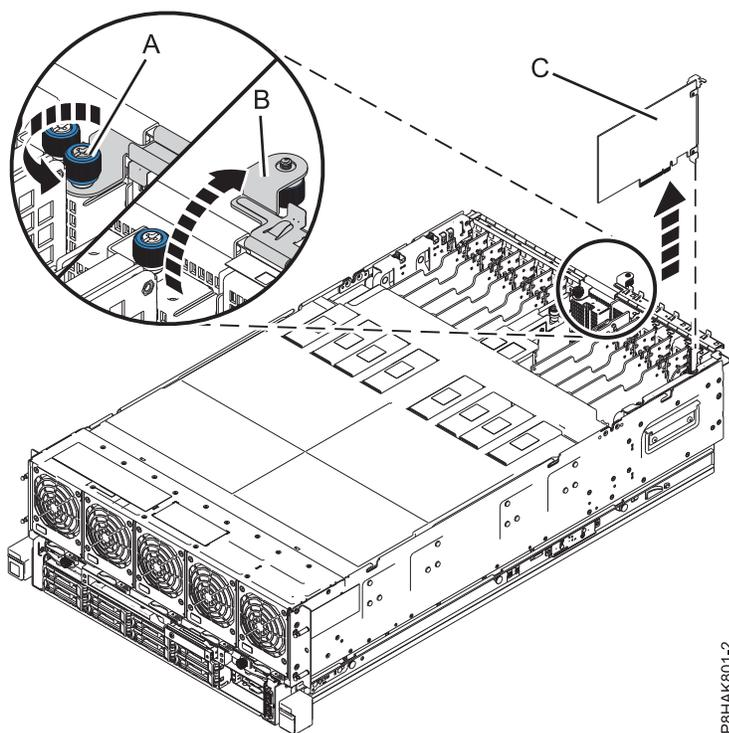

Abbildung 21. PCIe-Adapter aus dem System vom Typ 8408-44E oder 8408-E8E ausbauen
- a. Lösen Sie die Rändelschraube an der E/A-Halterung, bis sie vollständig lose ist. Siehe **(A)** in Abb. 21.
- b. Öffnen Sie die E/A-Halterung, indem Sie sie nach oben und weg vom System drehen. Siehe **(B)** in Abb. 21.
- c. Fassen Sie den Adapter **(C)** vorsichtig an der oberen Kante oder am oberen Haltesteg an und entfernen Sie ihn aus dem Steckplatz (siehe Abb. 21).